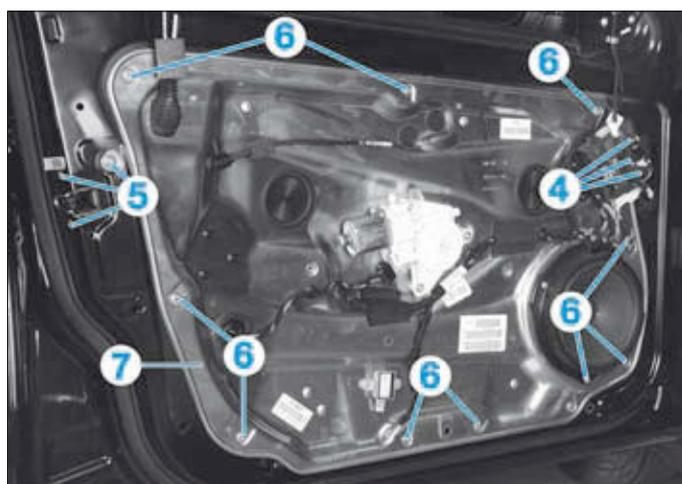

FIG. 50
- Débrancher les connecteurs (4) (Fig.50).
- Déposer les vis (5) de la serrure de porte.
- Fraiser les rivets (6).
- Récupérer le module de porte (7).